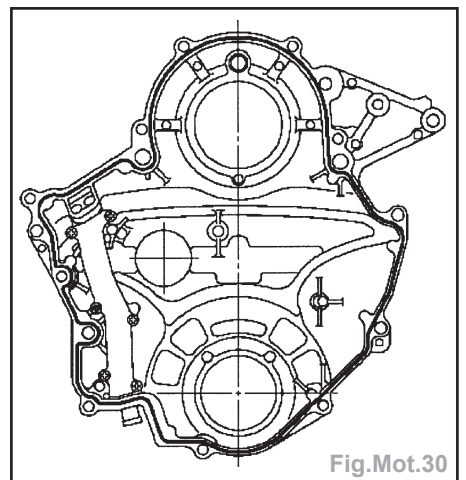

Fig.Mot.30
- Reposer le carter de la série de pignons en appliquant un cordon de 3 mm de diamètre de **12F008** (Fig.Mot.30).